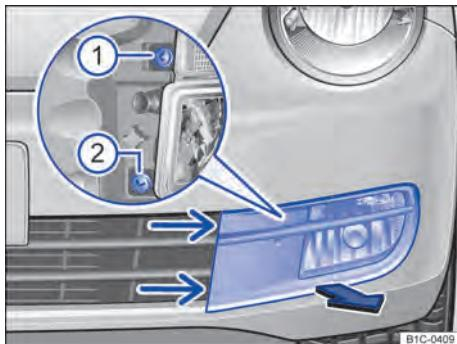
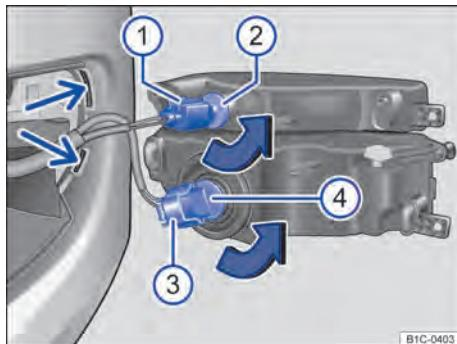

Fig. 180 No para-choque dianteiro à esquerda:
Fig. 181 Substituir a lâmpada incandescente do
Lanterna dianteira dos indicadores de direção ⇒ Fig. 181 ②	Farol de neblina / farol direcional ④
2.	Empurrar a cobertura nos encaixes ⇒ Fig. 180 (setas finas) com o gancho extrator das ferramentas de bordo ⇒ Página 288 um pouco para frente até que os encaixes se soltem.
3.	Puxar a cobertura, iniciando por dentro, para frente no sentido da seta ⇒ Fig. 180.
4.	Desaparafusar os parafusos de fixação ① e ② com a chave de fenda das ferramentas de bordo ⇒ Página 288.
5.	Rebater o farol um pouco para frente e removê-lo do alojamento lateral ⇒ Fig. 181 (setas pequenas).
6.	Destrarvar e retirar o conector ①.	Destrarvar e retirar o conector ③.
7.	Girar o suporte da lâmpada ② no sentido da seta para a esquerda até o batente e, com a lâmpada incandescente, retirar para trás.	Girar o suporte da lâmpada ④ no sentido da seta para a esquerda até o batente e, com a lâmpada incandescente, retirar para trás.
10.	Encaixar o conector ① no suporte da lâmpada ②. O conector precisa encaixar audivelmente.	Encaixar o conector ③ no suporte da lâmpada ④. O conector precisa encaixar audivelmente.
11.	Encaixar o farol no alojamento ⇒ Fig. 181 (setas pequenas) e rebater para trás.
12.	Apertar os parafusos de fixação ⇒ Fig. 180 ① e ② com a chave de fenda.
13.	Encaixar a cobertura no para-choque, começando por fora ⇒ Fig. 180.